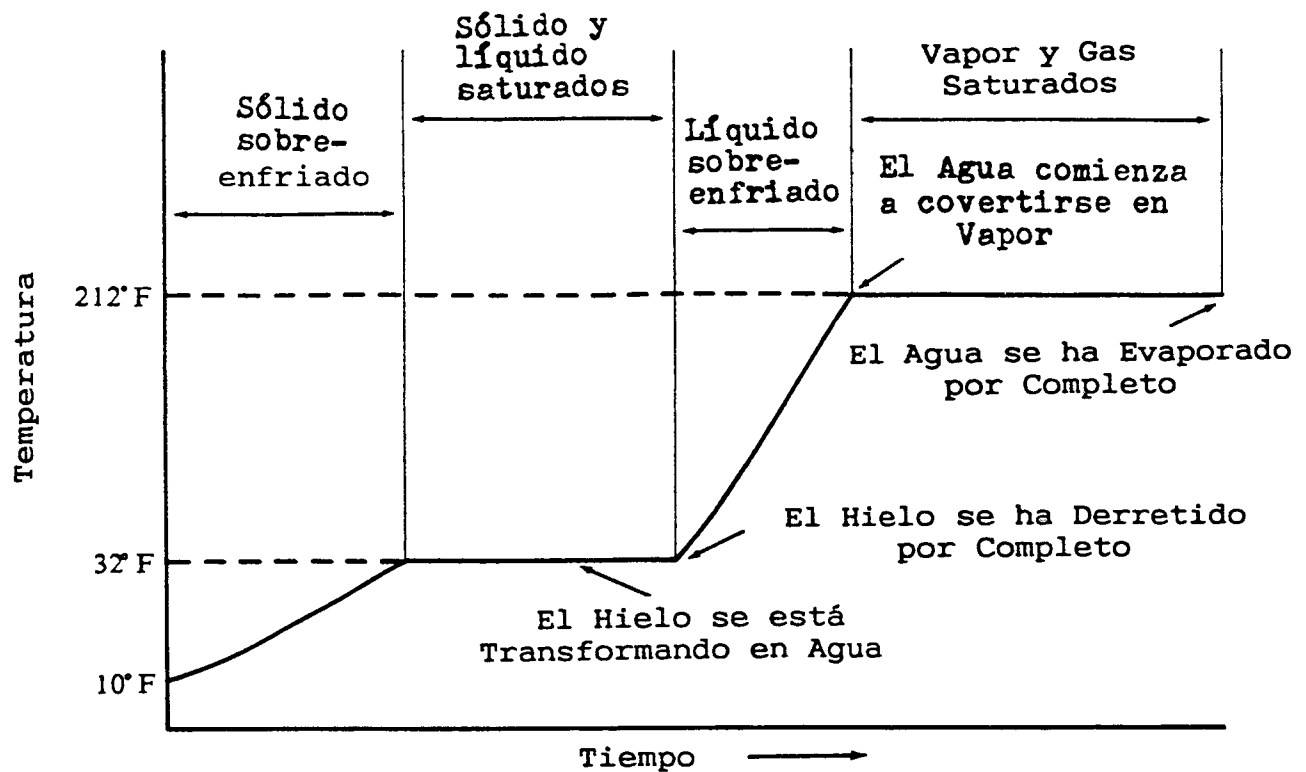

Figura 1.1B Cambios de Fase en el Agua
Un buen ejemplo de esto es la conversión de un bloque de hielo en vapor al calentarlo en una estufa. Imaginemos un bloque de hielo a una temperatura de 10°F(-12°C) que tiene un termómetro dentro de él. Al aplicar calor el hielo se calienta hasta llegar a 32°F(0°C) y en este punto comienza a derretirse. A pesar de que el hielo continúa absorbiendo calor a la misma velocidad, la temperatura no seguirá aumentando. Una vez que el hielo se ha derretido por completo, la temperatura del agua comienza a aumentar nuevamente hasta que llega a la temperatura de 212°F (100°C) en donde comienza a hervir. Nuevamente, la temperatura permanecerá en 212°F hasta que el agua se haya evaporado por completo. Las líneas horizontales en la Figura 1.1B representan la "barrera de energía" que hay que sobrepasar en las curvas de evaporación y de fusión del diagrama de fases para el agua (ver Figura 1.1C). La presión determina la temperatura a la cual tienen lugar los cambios de fase hielo-agua y agua-vapor. A nivel del mar, la presión atmosférica es de 14.7 PSIA y el agua hierve a 212°F. A 6500 pies de altura, donde la presión atmosférica es de 11.5 PSIA, el agua hierve a 200°F.
La ebullición es la formación de vapor por medio de la adición de calor a un líquido. La ebullición en sistemas de gas LP se puede clasificar en dos tipos. El primer tipo es el de "ebullición inducida externamente". La ebullición inducida externamente es ocasionada mediante la adición de calor proveniente de una fuente externa, al líquido. La figura 1.1B muestra un ejemplo de ebullición inducida externamente. La diferencia fundamental entre ebullición de GLP y la ebullición de agua es que la ebullición de GLP se puede ocasionar sin la adición de calor de una fuente externa. A este proceso se le denomina ebullición "inducida internamente". La Figura 1.1D muestra un ejemplo de ebullición inducida internamente. En A se tiene un cilindro con una aislación térmica perfecta, el cual se llena con propano líquido. El propano es sometido a presión mediante un pistón completamente aislado utilizando el peso necesario para mantener completamente líquido al propano (es decir, la presión del pistón es mayor que la presión de vapor). Dado que el sistema está completamente aislado, no puede absorber calor del exterior. Si se remueve el peso suficiente (B) como para permitir que la presión del pistón caiga por debajo de la presión de vapor, el líquido comenzará a hervir. En este caso, el líquido mismo suministra el calor necesario para la formación del vapor. Dado que el líquido pierde calor, se enfría. La ebullición continúa hasta que la temperatura desciende a un punto en el cual la presión de vapor sea igual a la presión ejercida por las pesas sobre el pistón.